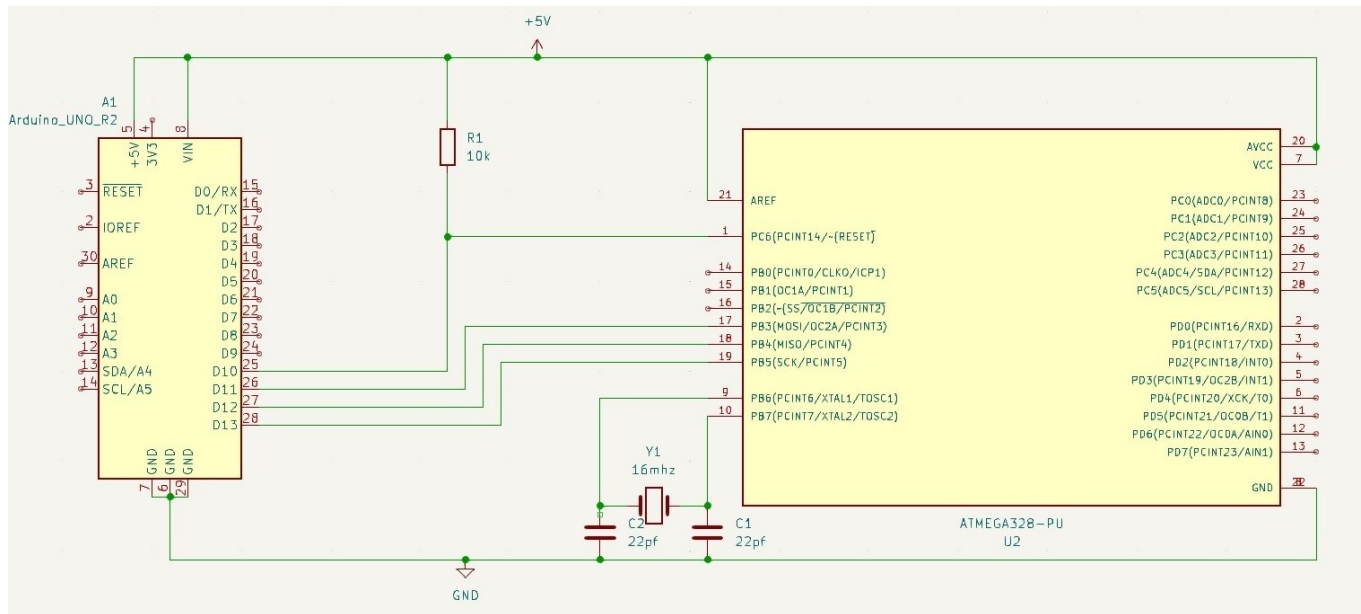

Figure 1: Schéma de principe du montage
- B) Raccorder le microcontrôleur « Vierge » au milieu de la Breadboard ; puis câbler le Quartz (16Mhz) et les deux condensateurs de résonance, la résistance de Pull-up et l'alimentation sur la carte Arduino suivant le schéma (Figure 1).